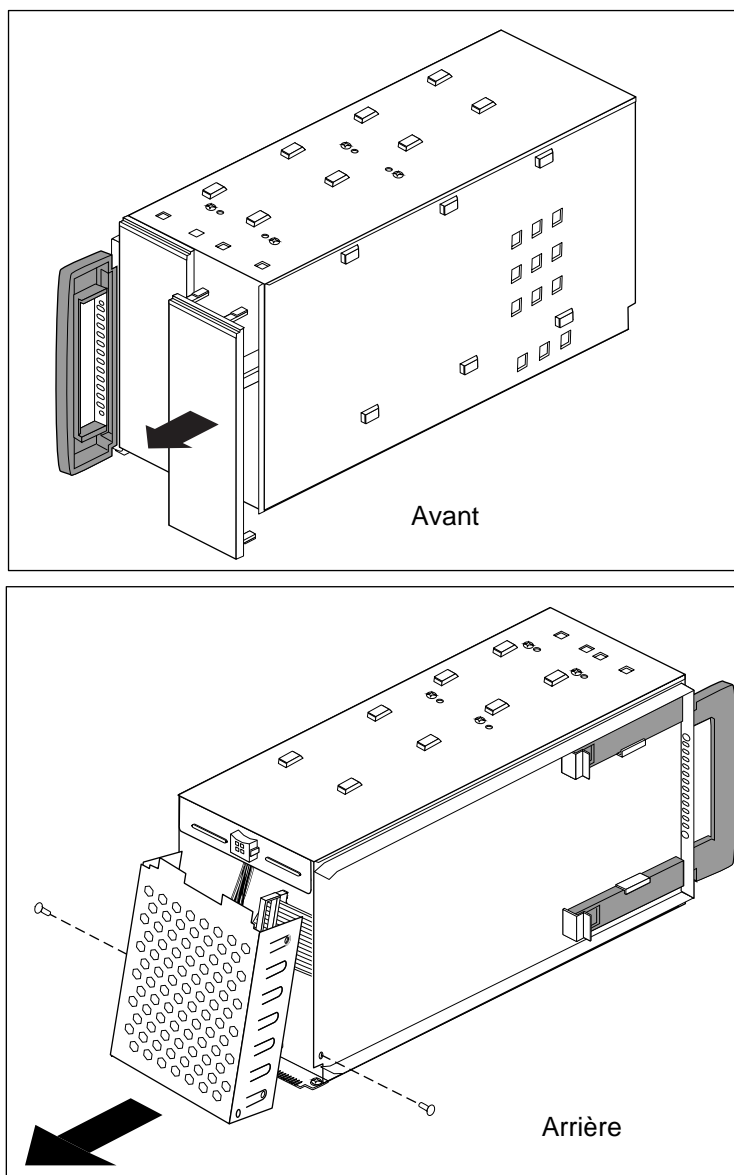

Figure 2-8 Retrait d'une plaque de protection et de la plaque d'accès arrière du tiroir de périphérique
2. A l'aide d'un tournevis cruciforme, desserrez les vis maintenant la plaque d'accès à l'arrière du tiroir, puis retirez la plaque d'accès. Reportez-vous à la Figure 2-8.